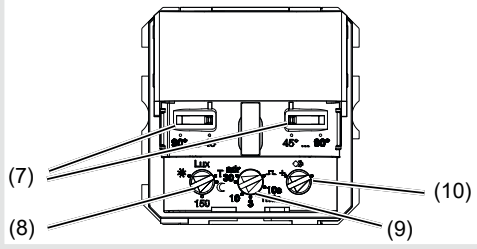

Figura 9: Regolatore e potenziometro
L'angolo di copertura può essere limitato per il lato destro e per il lato sinistro su ogni dispositivo di impostazione (figura 9, 7) tra 45° ... e 90°. In tal modo l'angolo di copertura si trova tra 90° fino a circa 180° (figura 5).
- Impostare il potenziometro soglia di luminosità (figura 9, 8) sulla posizione TEST.
- Ruotare il potenziometro del ritardo di spegnimento (figura 9, 9) sulla posizione desiderata.
- Ruotare il potenziometro sensibilità (figura 9, 10) nella posizione desiderata.